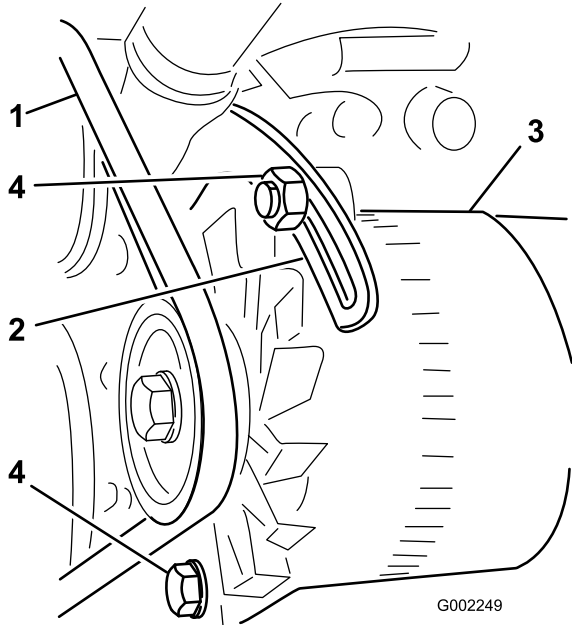

图 94
- 3. 松开交流发电机枢轴点上的皮带松开将发电机固定到带槽支架上的螺栓图 94。